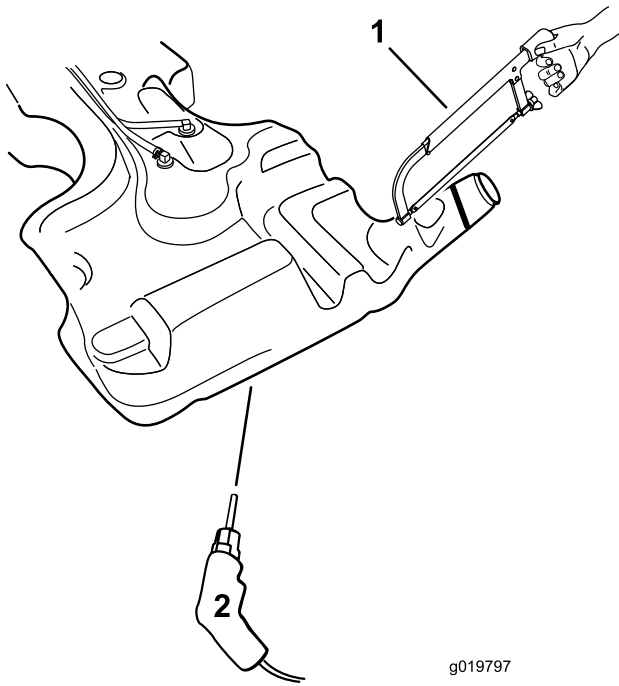

Figura 7
- Perfore un taladro de 6 mm en el fondo del depósito de combustible (Figura 7).
- Corte el cuello de llenado del depósito de combustible (Figura 7).